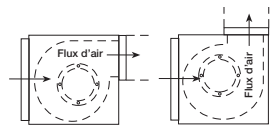

Figure 4
3. Observer la gaine pour voir si le refoulement de la soufflante doit être pivoté de l'horizontale à la verticale (Figure 4).